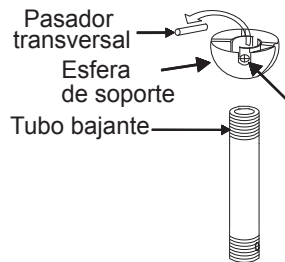

Fig. 8
Paso 5. Retira la esfera de suspensión del conjunto del tubo bajante el tornillo de fijación, desenroscando y quitando el pasador transversal y desatornillando la esfera del bajante. (Fig. 8)